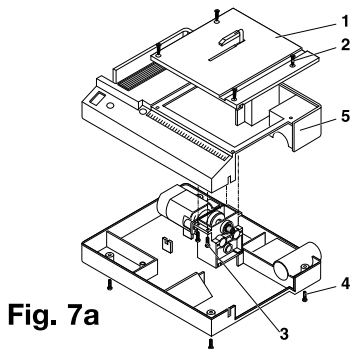

Fig. 7a
3. Schrauben **2** und **4** (Fig. 7a) herauserschrauben.